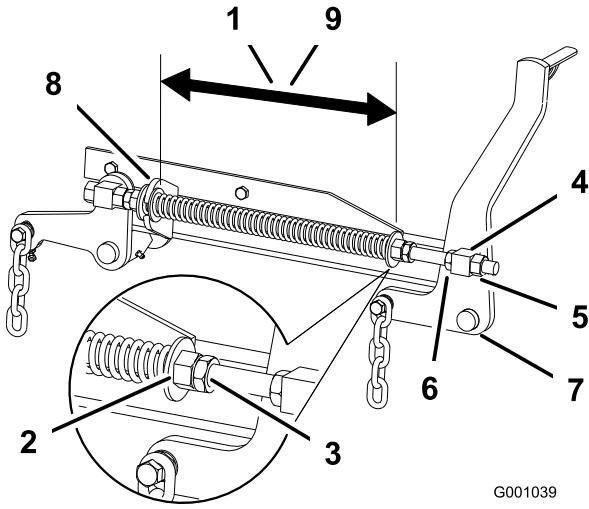

Figura 77
- Compruebe la distancia entre las dos arandelas grandes, que debe ser de 26,7 cm (10-1/2 pulgadas) para plataformas de cortacésped de 60 pulgadas, o 29,2 cm (11-1/2 pulgadas) para plataformas de cortacésped de 72 pulgadas (Figura 77).
- Ajuste esta distancia aflojando la contratuerca elástica y girando la tuerca que está delante de cada muelle (Figura 77). Gire la tuerca en el sentido de las agujas del reloj para acortar el muelle y en el sentido contrario a las agujas del reloj para alargar el muelle.
- Fije la tuerca en la posición deseada apretando la contratuerca elástica (Figura 77).